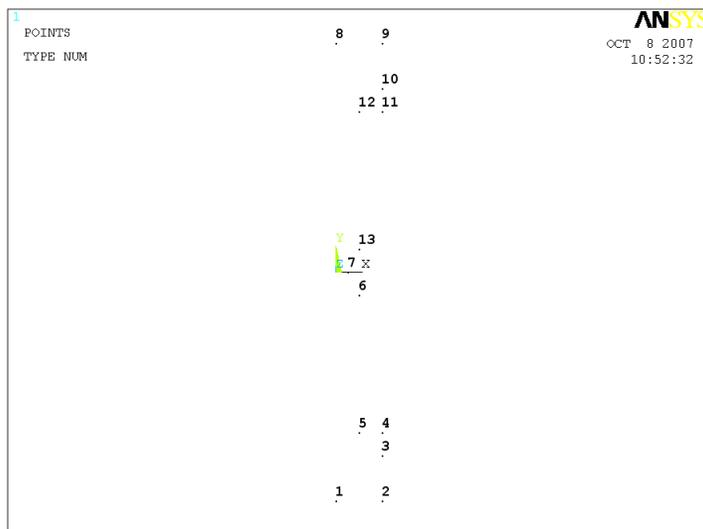

Рисунок 8. Результат построения ключевых точек, определяющих профиль модели
- Нажимаем кнопку **OK** или **Apply** (Рисунок 8).